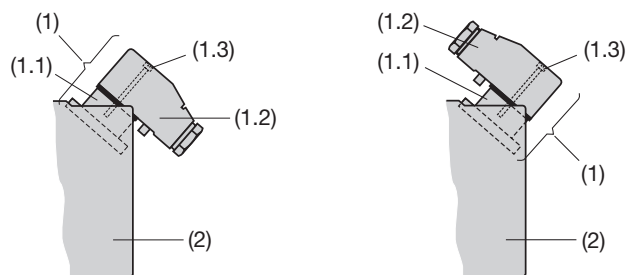

Bild 1. Rückenteil (2) mit Steckverbinder (1).
Der **Steckverbinder** (1) besteht aus dem Stecker (1.1), der am Rückenteil (2) des Messumformers befestigt ist, und der abziehbaren Leitungsdose (1.2), die den Leitungsabgang (Verschraubung PG 11) und 7 Schraubklemmen (für Drahtquerschnitte bis max. 1 mm²) umfasst. Der Stecker kann so montiert werden, dass die Dose mit dem Leitungsabgang nach hinten (Bild 1, links) oder nach vorn (Bild 1, rechts) gerichtet ist.